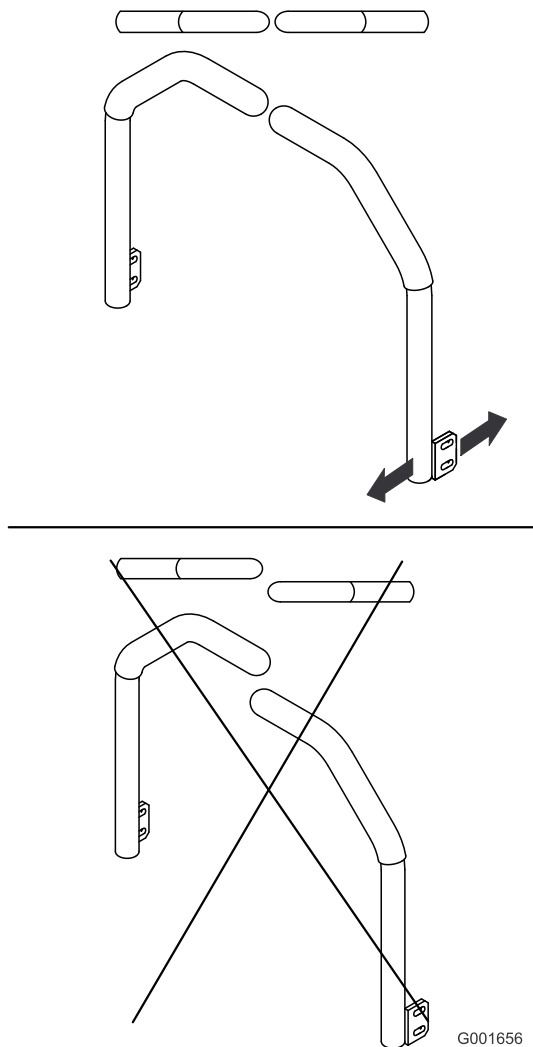

Figura 56
5. Ajuste as alavancas de controlo de forma a ficarem alinhadas e aperte os parafusos, prendendo as alavancas às hastes (Figura 56).